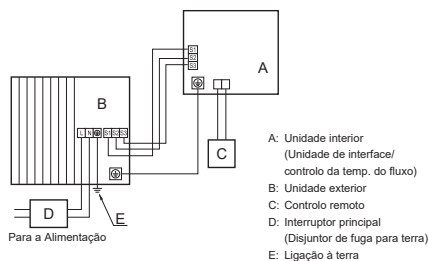
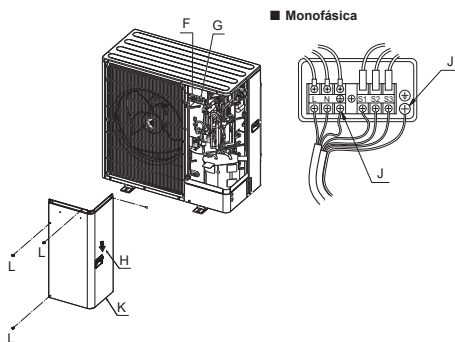

Fig. 7-1
Fig. 7-2
7.1. Unidade exterior (Fig. 7-1, Fig. 7-2)
- (1) Remova o painel de manutenção.
- (2) Ligue os cabos consultando a Fig. 7-1 e a Fig. 7-2.